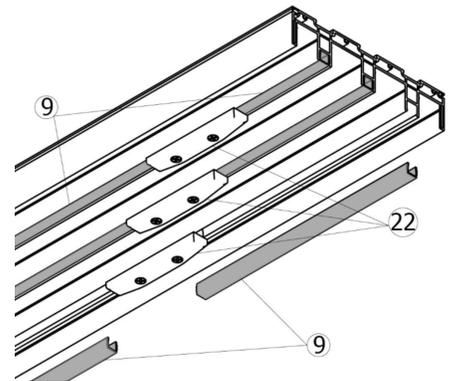

Figura 30
47. Localice las tapas del tornillo del marco(Artículo 9) y cortar a lo largo determinado en el paso anterior (Figura 30).
48. Presione la tapa en el marco principal, utilizando un martillo de goma para asegurar la tapa (Figura 30).